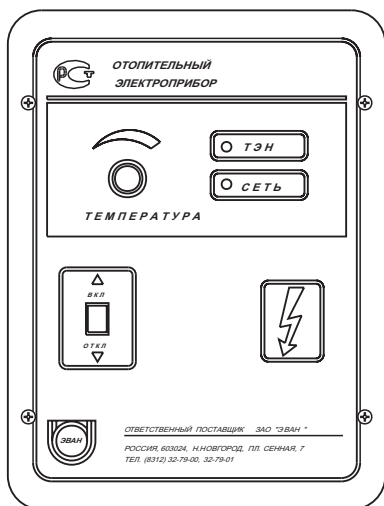
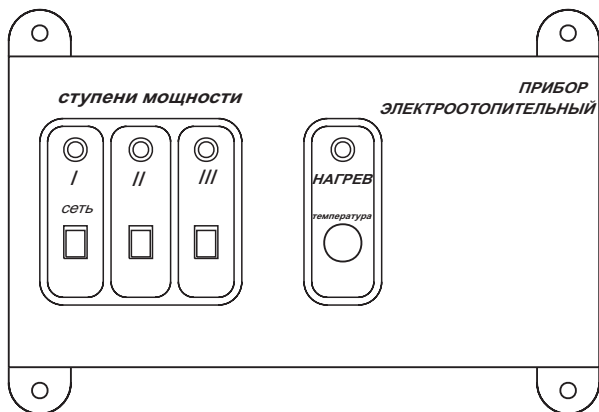

Рисунок 2
Рисунок 3
4.3. Приборы ЭПО-7,5;-9,45;-12;-15;-18;-24;-30-1 комплектуется одним из двух видов пультов управления: одноступенчатым (рис.2) или трёхступенчатым (рис.3).